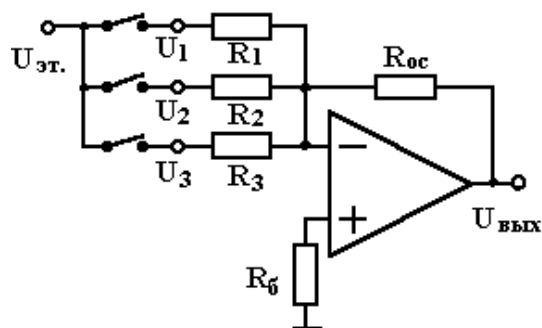

Рис.7
**Аналоговый сумматор.** На ОУ легко реализовать аналоговый суммирующий усилитель (рис. 7). По первому закону Кирхгофа с учетом мнимого заземления получаем  $I_1 + I_2 + I_3 = I_{\text{ОС}}$ ;